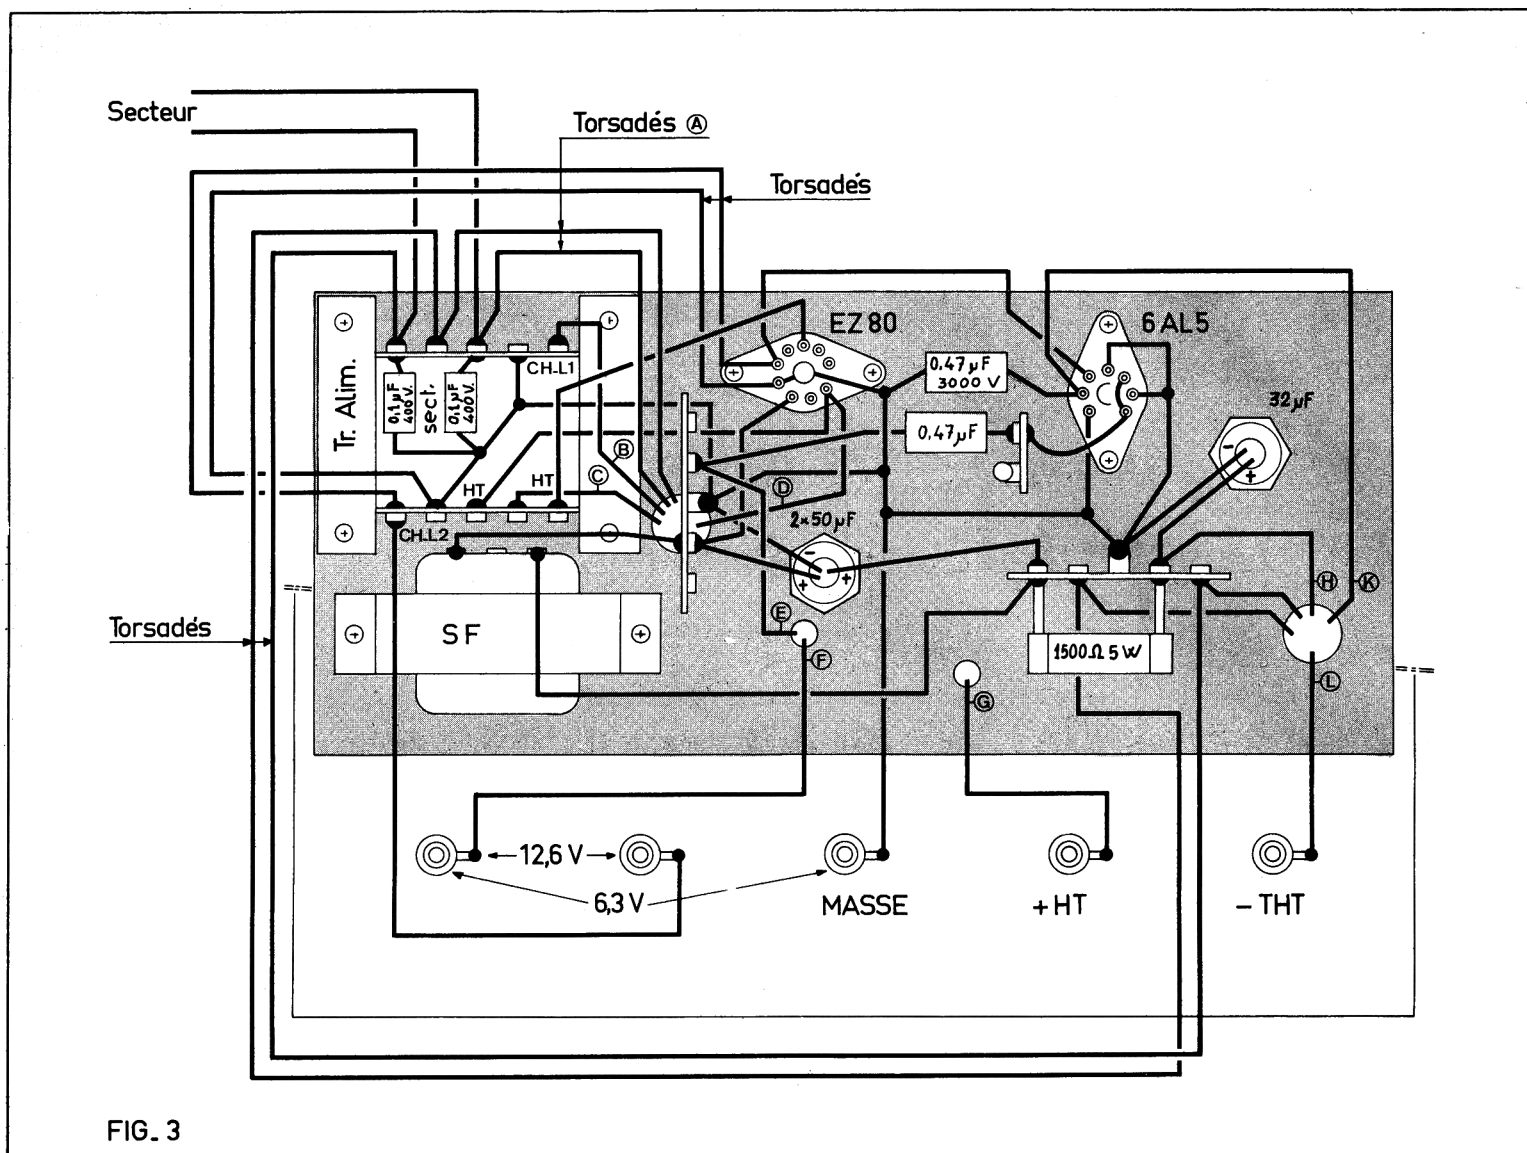
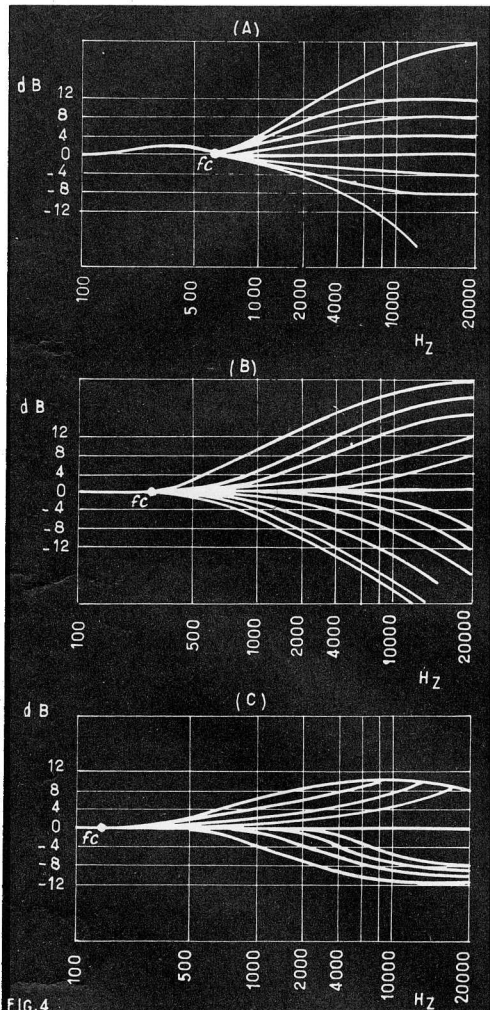

FIG. 3
FIG. 4
Le support général de montage, est un châssis métallique, fixé sur le panneau avant du boîtier. La figure 3, montre le câblage à effectuer sous ce châssis et la figure 4, le câblage dessus ce châssis.
Le schéma du dispositif complet de tonalité est donné par la figure 3. Sur ce schéma, on retrouve le montage habituel de tonalité ou P_B , règle les basses et P_A les aiguës (P_A et P_B sont de l'ordre de $50\,\text{k}\Omega$), les
Considérons les courbes (A), (B) et (C) de la figure 4. Celles de (A) correspondent au montage de tonalité normal, c'est-à-dire un montage du genre de celui de la figure 3, dans lequel P_p est à zéro Ω et le réglage des basses P_b est au point neutre, où les basses ne sont ni favorisées ni défavorisées. Les diverses positions de P_a , donnent lieu à des courbes de réponse montantes, linéaire ou descendantes qui permettent de modifier la réponse aux fréquences élevées.
Remarquons que la fréquence charnière f_c représentée sur la figure 4 (A), se situe selon les constructions entre 500 et 1 000 Hz, par exemple vers 750 Hz.
Considérons maintenant la figure 4 (B). Les courbes sont obtenues dans les mêmes conditions que précédemment mais avec P_p , potentiomètre de « présence » réglé vers la moitié de sa résistance totale. Il est visible que la fréquence charnière f_c s'est déplacée vers ces valeurs inférieures, dans le cas présent $f_c = 300$ Hz environ.
En (C) figure 4, on voit l'effet encore plus prononcé du réglage de P_p , dont la résistance en circuit est à sa valeur maximum de 50 000 Ω .